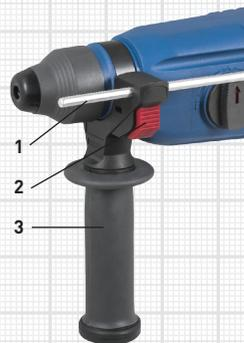

Рис. 1
Перед работой всегда устанавливайте на перфоратор дополнительную рукоятку 3 (рис. 1), чтобы надежно удерживать его двумя руками. Положение дополнительной рукоятки можно изменить для удобного использования инструмента:
Ограничитель глубины сверления 1 (рис. 1) предназначен для сверления отверстий заданной глубины.
- ▶ Нажмите кнопку фиксации 2 (рис. 1), и удерживая ее, вставьте ограничитель.